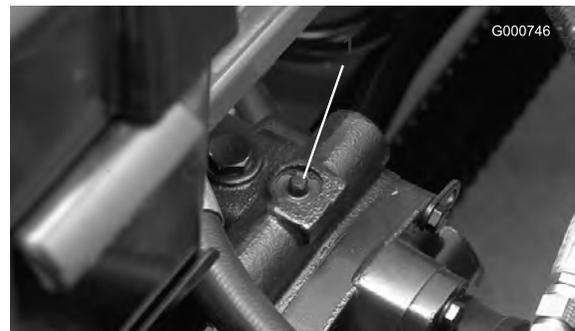

Bild 39
1. Das Sicherheitsventil befindet sich oben an der stufenlosen Pumpe (Bild 39). Drehen Sie das Ventil um 90 Grad, um es zu öffnen, damit Öl intern umgelenkt wird. Weil das Öl abgelenkt wird, lässt sich die Maschine ohne Schäden am Getriebe langsam bewegen.